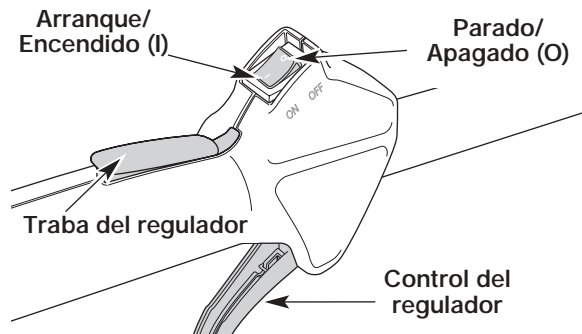

Figure 16
2. Verifica eso el control de encendido y apagado en posición de **ENCENDIDO (I)** (Fig. 16).
2. Coloque el control de encendido y apagado en posición de **APAGADO (O)** (Fig. 16).